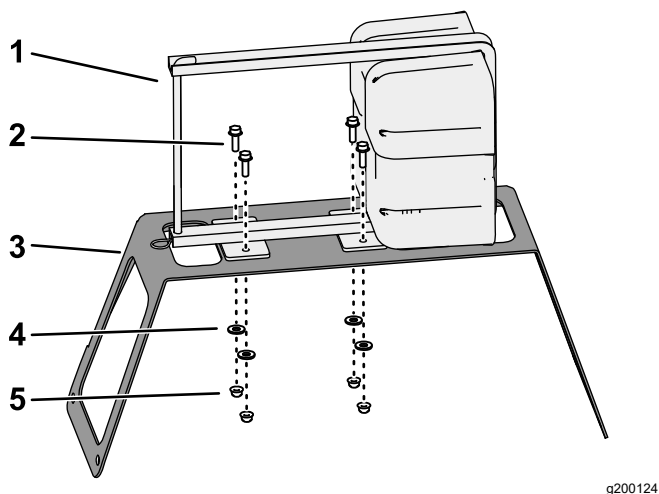

Figure 3
1. Alignez le réservoir du traceur à mousse et le compresseur sur le support, comme montré à la Figure 3.
2. Fixez le compresseur au support (Figure 3) à l'aide de 4 boulons (5/16" x 1"), 4 rondelles (3/8") et 4 contre-écrous à embase (5/16").